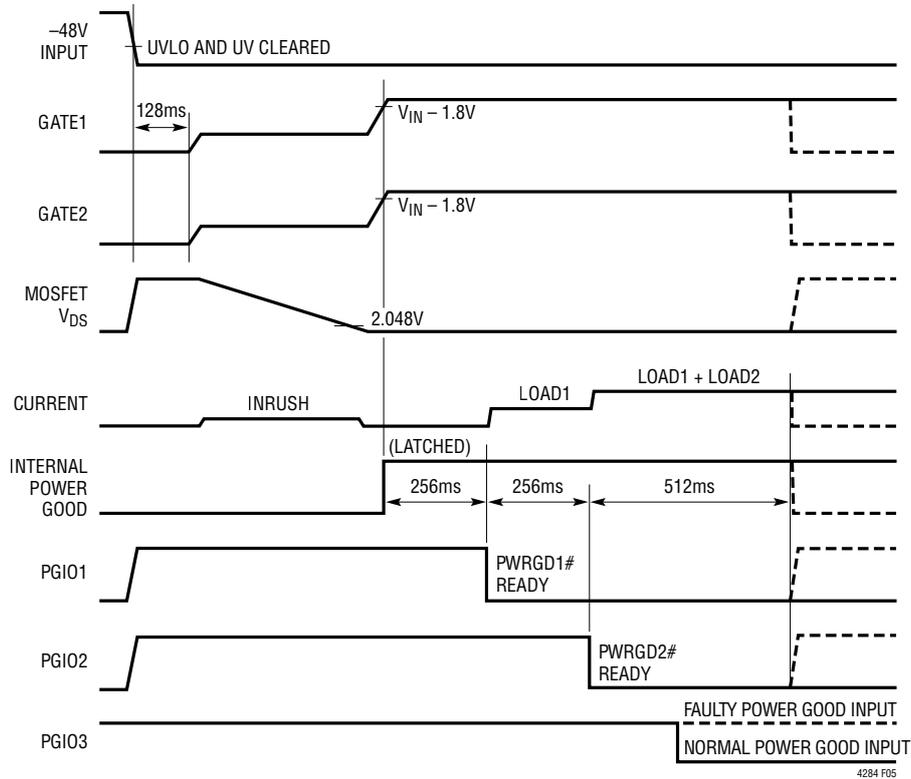

図5. LTC4284の平行モードにおけるターンオン・シーケンス
ターンオン・シーケンスは、続けて、GATE を 50µA 電流源で充電します。GATE 電圧が MOSFET のスレッショルド電圧に達すると、MOSFET がオンし始め、突入電流が負荷コンデンサ (CL) を充電して MOSFET ドレインを制御された方法で VEE に近づけます (突入電流制御を参照)。MOSFET ドレインが VEE まで下降するか、出力が電源電圧まで上昇すると、GATE は VIN に引き上げられ、MOSFET が完全に導通します。SYSTEM_STATUS レジスタ 0x00 の GATE1_HIGH ビットおよび GATE2_HIGH ビットは、GATE1 と GATE2 が VIN - 1.8V を上回るとセットされます。図 5 は、パラレル・モードにおける LTC4284 の起動シーケンスを示しています。
MOSFETがオンになった後、パワーグッド信号がアクティブになる前に、次の条件を満たす必要があります。最初に、DRAINピンの電圧が2.048Vを下回っており、MOSFETのドレイン電圧が低いことを示している必要があります。次に、RTNS - DRNSがVOUTTHの外部スレッシュホールド電圧を超えており、出力電圧が高いことを示している必要があります。最後に、GATE電圧がGATEのハイ条件($V_{\text{IN}} - 1.8\text{V}$ を超える)を満たす必要があります。パラレル・モードでは、一方のGATEはハイで、他方のGATEはハイまたは電流制限内のいずれかである必要があります。これら3つの条件すべてが満たされると、内部パワーグッド信号がラッチされ、SYSTEM_STATUSレジスタ0x00のPG_STATUSビットがセットされ、図5に示す、一連の3つの遅延サイクルが開始されます。最初の遅延時間である256ミリ秒が経過すると、最初のパワーグッド信号(PGIO1)が最初の負荷をオンにします。2つ目の遅延である256ミリ秒が経過すると、2つ目のパワーグッド信号(PGIO2)が2つ目の負荷をオンにします。